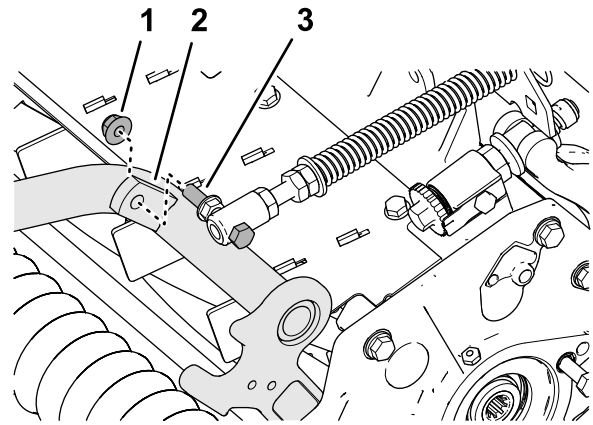

Bild 13
4. Montieren Sie die Kopfschraube der Rasenkompensierungsfeder an der rechten Lasche des Trägerschienen (Bild 13) mit der Sicherungsbundmutter ($\frac{3}{8}$ ").